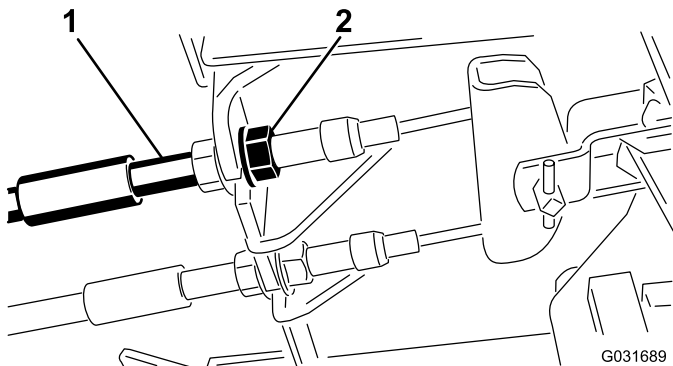

図 52
1. 遊びを減らすブレーキを締めるには、ブレーキケーブルのネジ山の前ナットをゆるめ、後ろのナットを締める (図 52)。